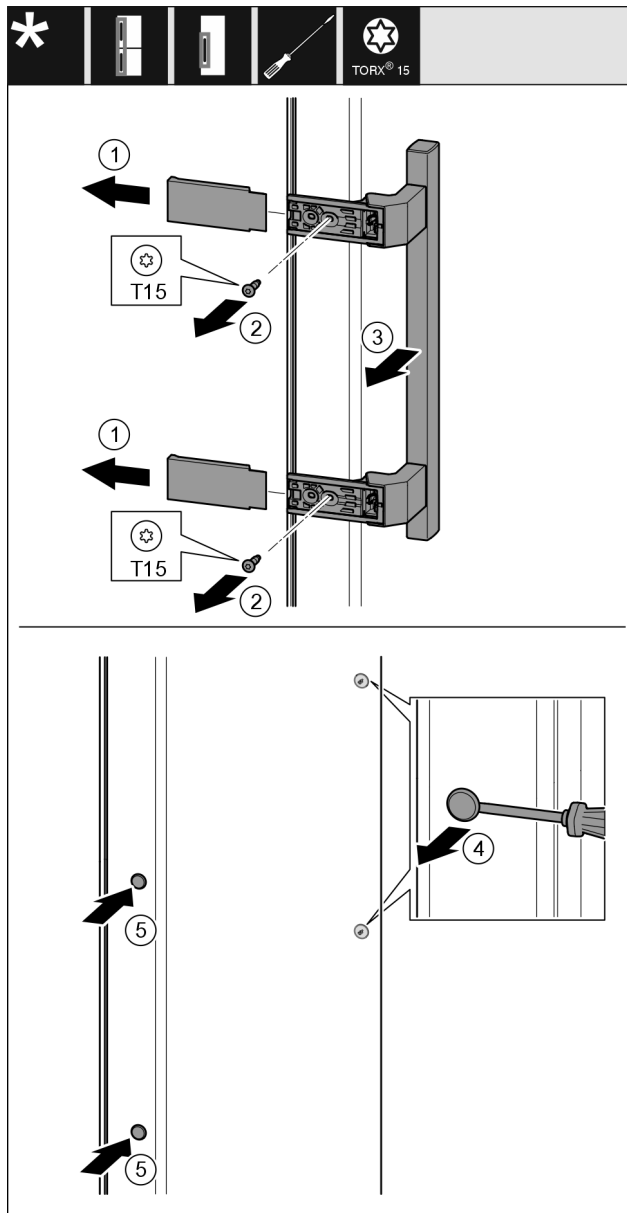

Fig. 21
- ▶ Štáhněte kryt Fig. 21 (1).
- ▶ Šroubovákem vyšroubujte šrouby Fig. 21 (2).
- ▶ Sejměte madlo Fig. 21 (3).
- ▶ Postranní zátku Fig. 21 (4) opatrně plochým šroubovákem nadzvedněte a vytáhněte.
- ▶ Zátku Fig. 21 (5) opět vložte na druhé straně.